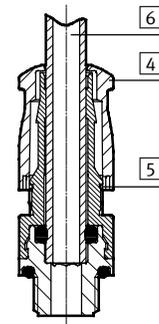

图 2
- 3) 将气管 [6] 插入，依次通过打开的套筒 [4]，夹紧单元与气管密封圈，直至插入气管轴肩 (→ 图 2)。